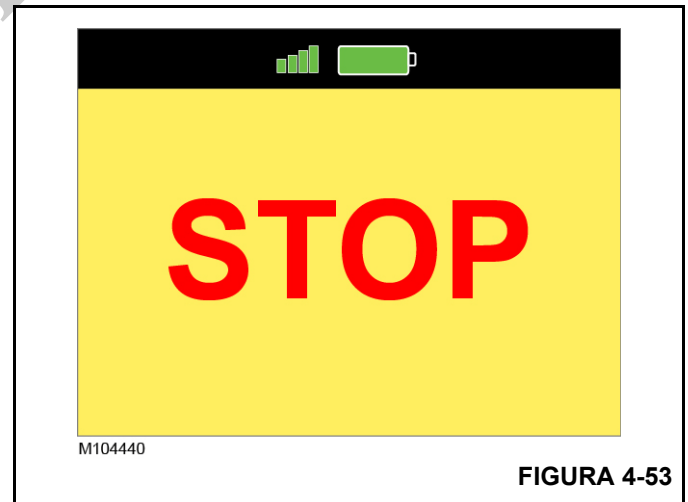

FIGURA 4-53
- Se muestra la pantalla de parada. (Figura 4-53)